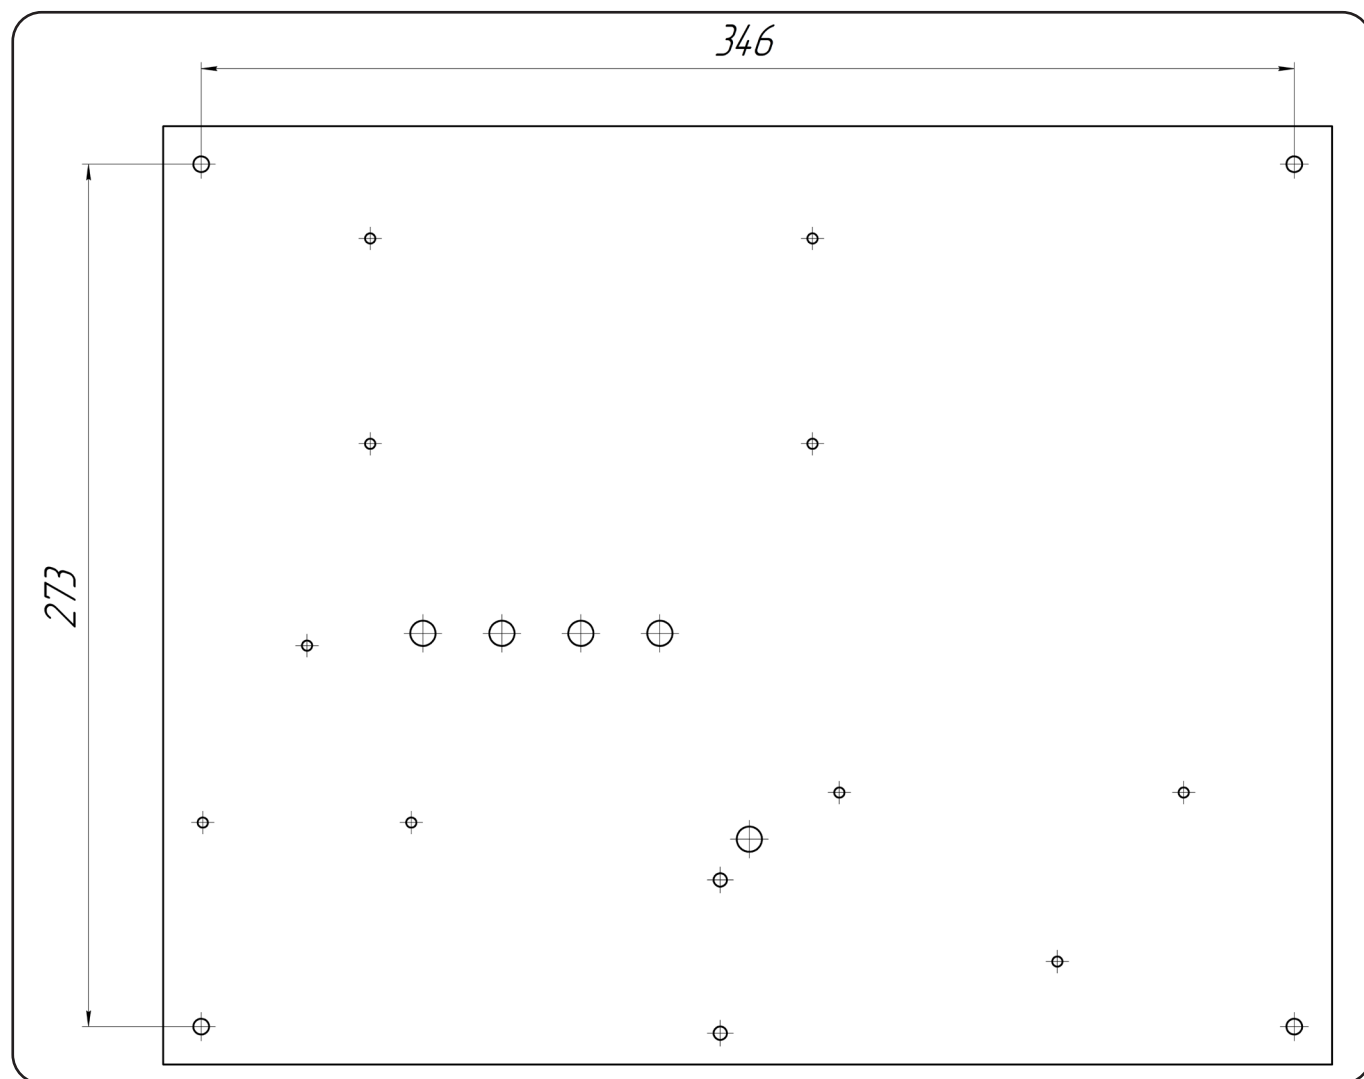

Рисунок 3. Монтажная панель.
3) Определившись с местом монтажа панели, необходимо разметить места для сверления отверстий (см. Рис.3).